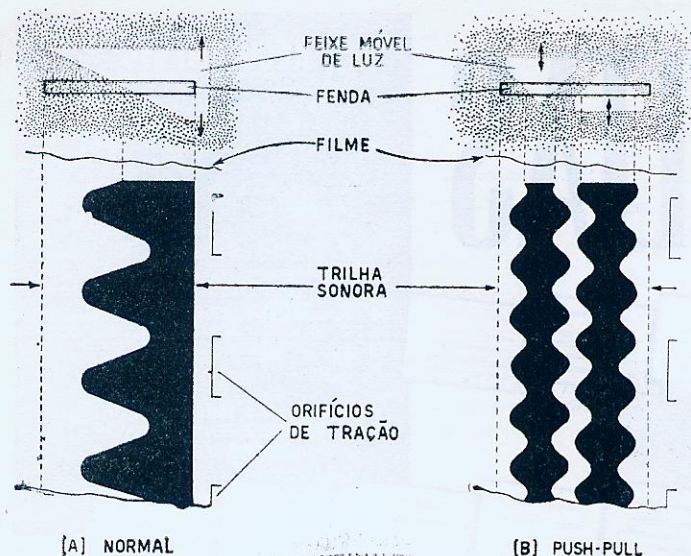

Figura 9
A figura 9 mostra duas trilhas gravadas com redução de ruído. Na trilha (A) foi utilizado um enrolamento auxiliar no galvanômetro registrador, de modo a desviar o espelho para um dos lados quando a modulação decresce. A trilha (B) foi gravada empregando-se duas chapas obturadoras móveis, que limitam a área transparente à medida que decresce a amplitude do sinal gravado. A corrente pa-